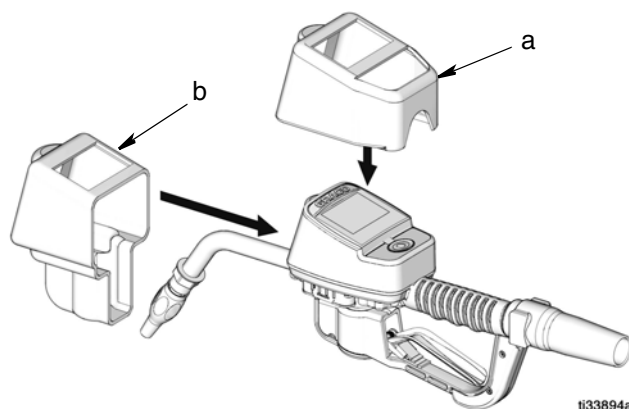

FIG. 6
1. Instale el protector del oscilador de frecuencia (a) sobre el mismo, como se observa en FIG. 6.
2. Monte después el protector de la carcasa (b) sobre la boquilla/extensión y el protector del oscilador de frecuencia (a) como se observa en FIG. 6.